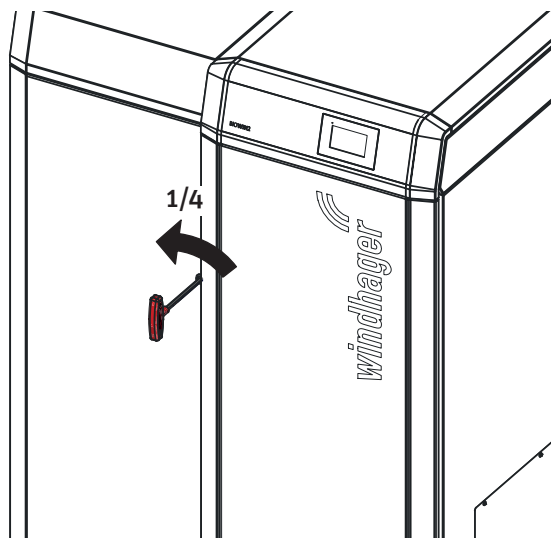
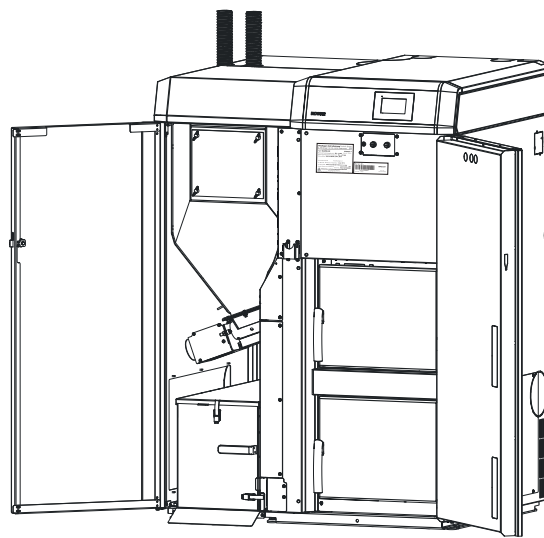

Fig. 5 Verkleidungstüren mittels Innensechskantschlüssel öffnen
Fig. 6 Verkleidungstüren offen
► Innensechskantschlüssel anstecken, eine 1/4 Umdrehung nach links drehen und Verkleidungstüren öffnen – Fig. 5, Fig. 6.